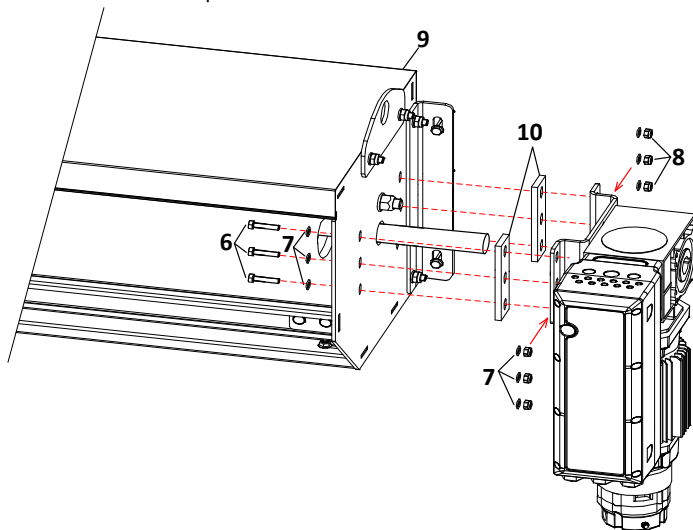

Рисунок 7
6. Установите привод на вал ворот. Вставьте винты (6) с шайбами (7) с внутренней части короба. Установите монтажные прокладки (10) между коробом (9) и кронштейном (3). Зажмите кронштейн (3) гайками (8) с шайбами (7) **(Рис. 7)**. Винты, шайбы и прокладки поставляются с комплектом ворот.